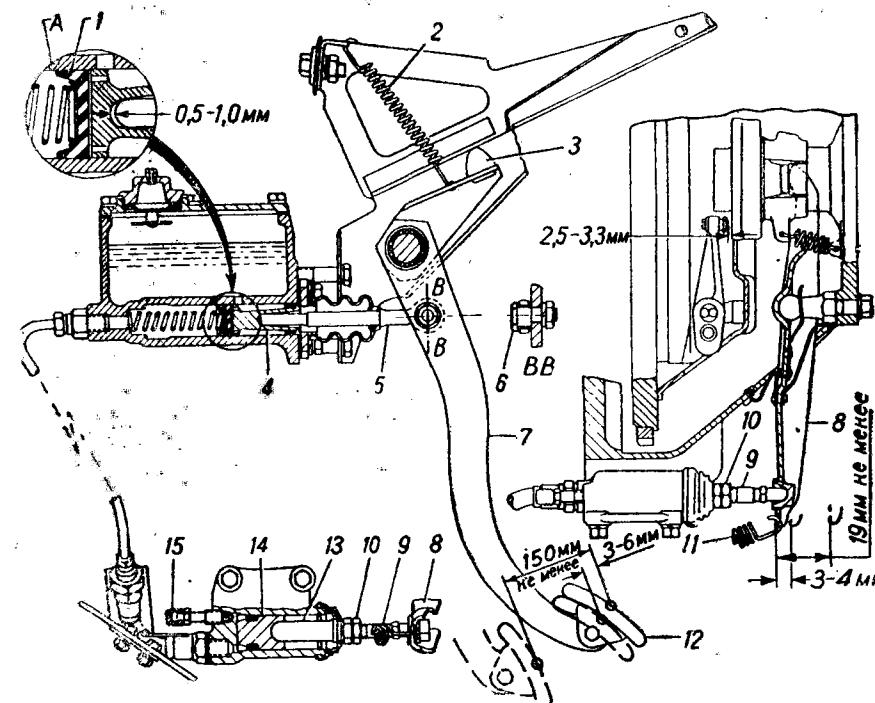

Рис. 46. Привод выключения сцепления.
**Привод выключения сцепления** (рис. 46) — гидравлический, осуществлен при помощи педали, цилиндров и трубопровода.
1. Отсоедините оттяжную пружину 11 (рис. 46).
Причиной уменьшенного хода вилки может быть перекрытие отверстия А (см. рис. 46) набухшей манжетой или из-за засорения.